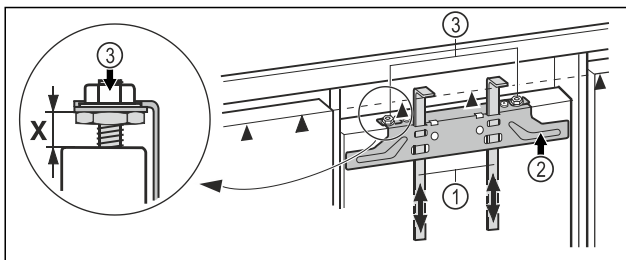

Fig. 16
- ▶ Монтажные приспособления Fig. 16 (1) сдвиньте вверх на высоту мебельного фасада. Нижняя упорная кромка ▲ монтажного приспособления = верхней кромке подлежащей установке мебельной двери.
- ▶ Открутите крепежную поперечину Fig. 16 (2) с помощью контргаяк Fig. 16 (3).